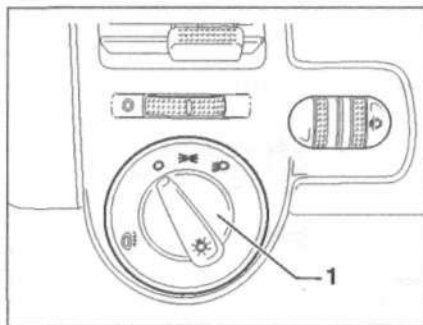

Рис. 12.48. Снимите выключатель освещения 1.
5. Снимите выключатель освещения 1 (рис. 12.48).